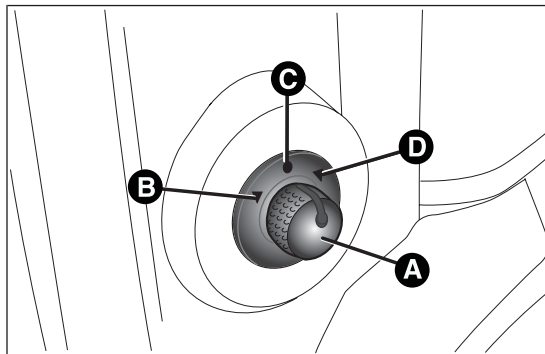

fig. 22
- ❑ seleccionar mediante el desviador A fig. 22 el espejo deseado (derecho o izquierdo);